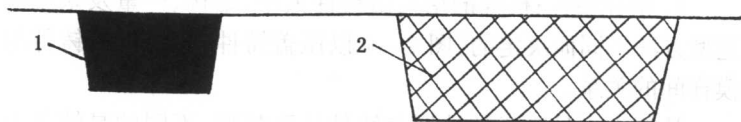

图 2-2 芯头涂色标记
(1) 芯头: 用黑色涂满或用黑粗线条画交叉线, 并注明砂芯编号(图 2-2)。